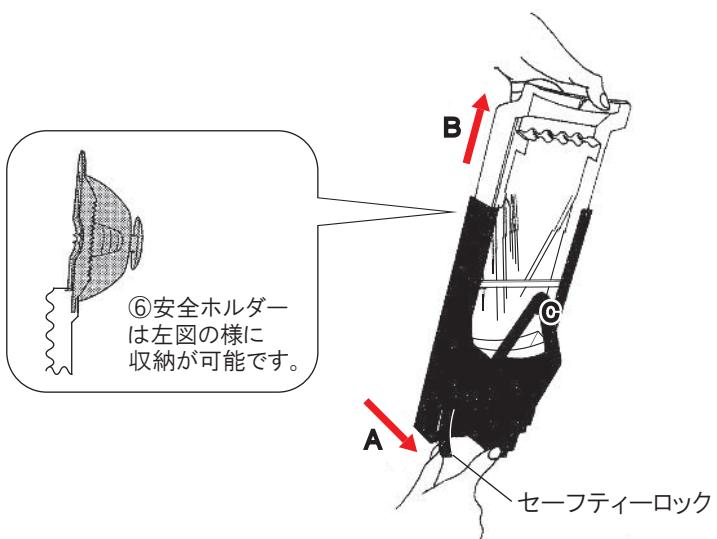

図21. ⑥安全ホルダーの収納・⑤本体の取り出し方
⑤本体を図21の矢印Bの逆方向に奥まで差し
- 【2】⑤本体を収納ケースから取り外す際は、図21の
しっかりと取り付け、図21のCの部分を掛けます。